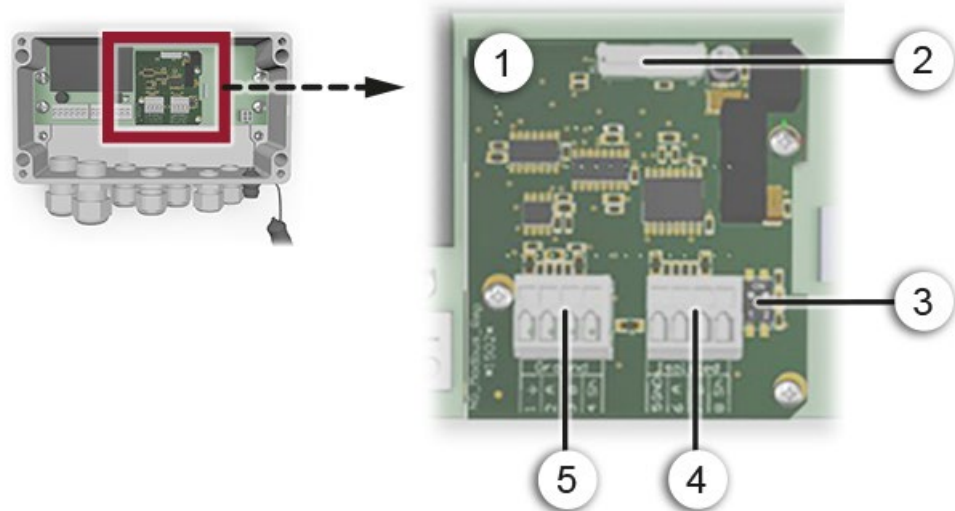

Abbildung 14: Übersicht des Modbus RTU Moduls im SIPOINT 2
①	Feldbusschnittstelle (Anschluss- print) für Profinet IO	②	Anschlussstecker zu SIPOINT 2-Print
③	Ethernet Port 1	④	Ethernet Port 2
- Wenn das Photometer als Endgerät eingesetzt wird, muss der DIL-Schalter S2/1 auf dem Anschlussmodul eingeschaltet (ON) sein (Abbildung 14, Pos. 3).